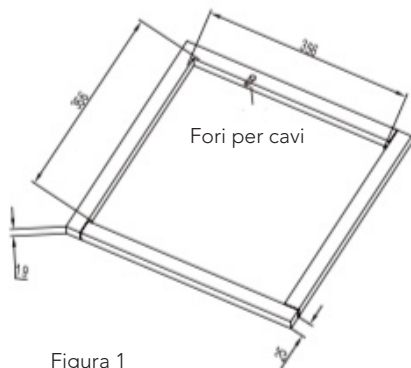

Figura 1
3. Esaminare la dimensione dell'apertura del tetto. Se l'apertura è di dimensioni inferiori a 356x356 mm, è necessario aumentarla. Se l'apertura supera i 356x356 mm, è necessario realizzare una piastra di montaggio (telaio) per ridurre le dimensioni dell'apertura (vedere Figura 1).
2. Deve essere in grado di mantenere separati la superficie esterna del tetto e il tetto interno e di sostenerli, in modo che quando il condizionatore d'aria sul tetto e il gruppo per il soffitto interno sono avvitati insieme, non si verifichi alcun crollo. Nella Figura 1 è raffigurato un telaio di supporto atipico.